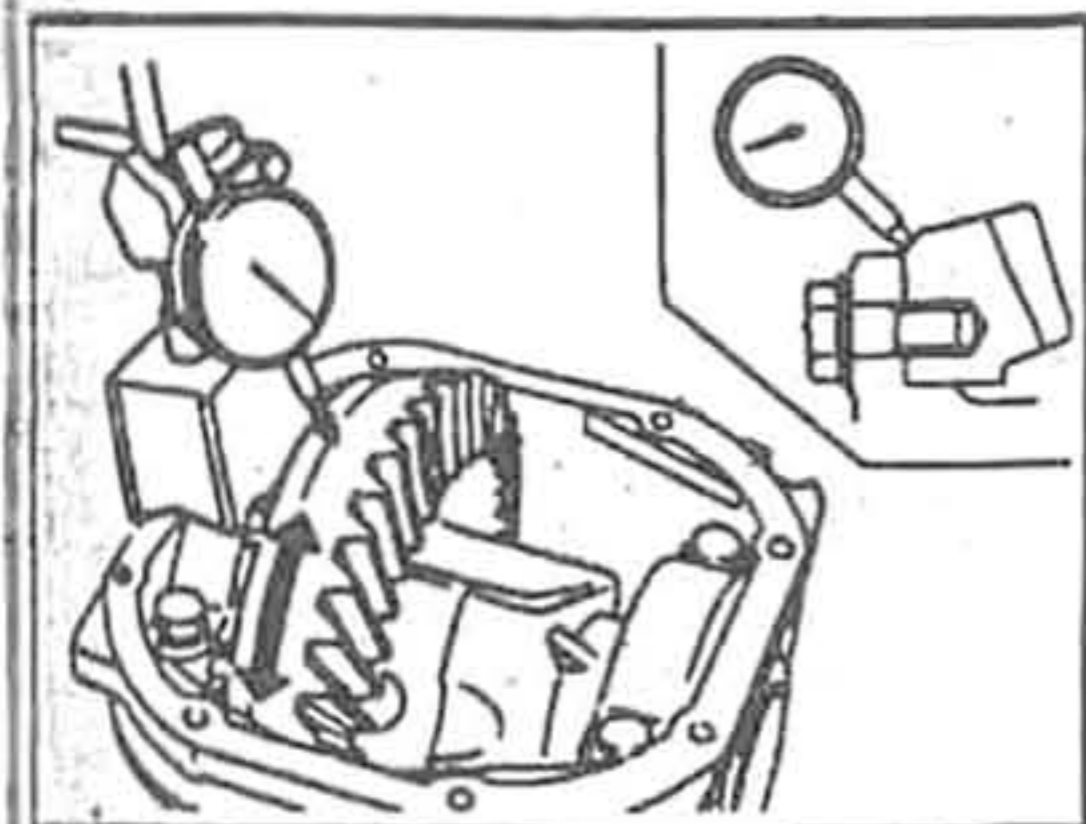

Рис. 487.
3. Проверьте биение ведомой шестерни дифференциала (рис. 487). Величина биения ведомой шестерни дифференциала не должна превышать 0,08 мм.